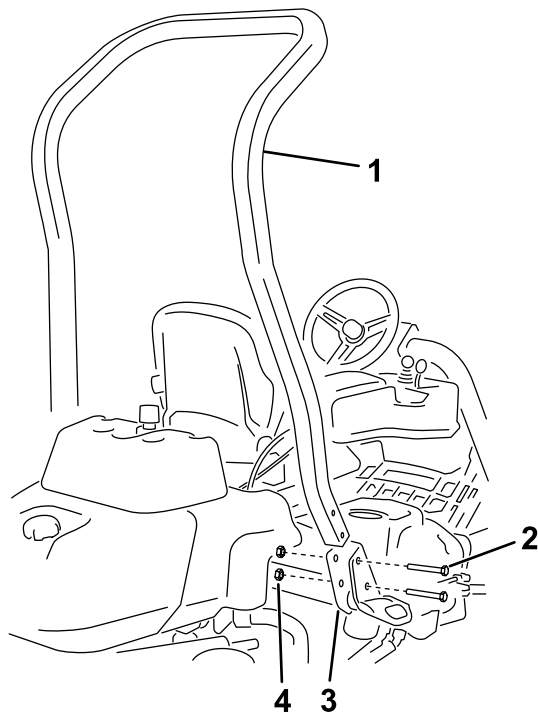

Figura 3
3. Utilizzate 4 bulloni (½" x ¾") e 4 dadi flangiati (½") per montare il roll bar nelle staffe del ROPS su ciascun lato della macchina, come illustrato nella Figura 3.